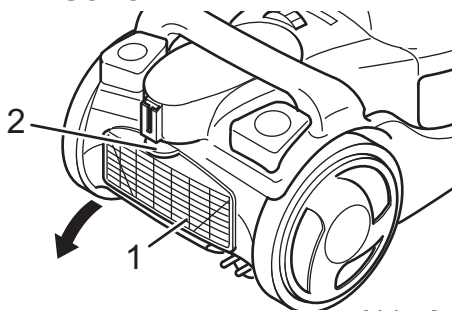

Abb. 24
2. Öffnen Sie die Ausblasfilter-Abdeckung (Abb. 24/1). Drücken Sie dazu die Verriegelung (Abb. 24/2) nach unten und ziehen Sie die Ausblasfilter-Abdeckung nach hinten.